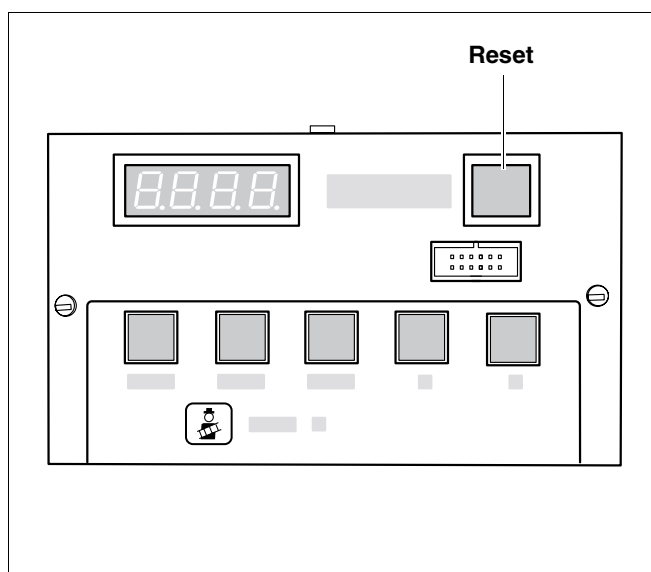

Fig. 4 Tecla "Reset" del controlador
- Mensajes de fallo "E" con bloqueo (p. ej. "E 02" – Sin formación de llama). Es posible confirmar estos mensajes a través de la tecla "Reset" (fig. 4).
- Pulse la tecla contra perturbaciones "Reset" (fig. 4).